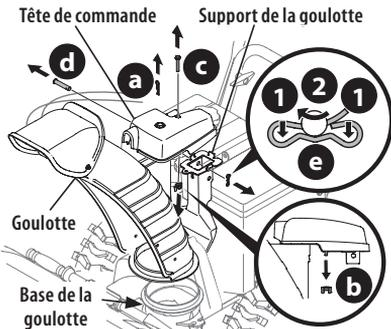

Figure 35
1. Retirez la goupille fendue (a), l'écrou papillon (b) et le boulon (c) de la tête de commande de la goulotte. Retirez l'axe de chape (d) et la goupille fendue (e) du support de la goulotte. Voir Figure 35.